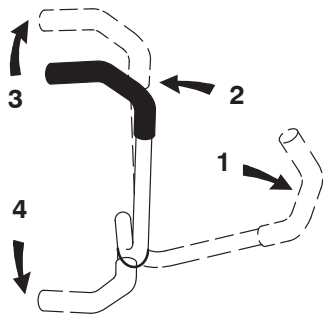

Figure 16
3. Pour vous déplacer en marche avant, poussez doucement les leviers de commande de déplacement vers l'avant (Fig. 16).
2. Pour vous déplacer en marche arrière, tirez doucement les leviers en arrière (Fig. 16).
- Pour vous déplacer en ligne droite, appliquez une pression égale sur les deux leviers de déplacement (Fig. 16).
- Pour tourner, relâchez le levier de commande correspondant à la direction que vous voulez prendre (Fig. 16).